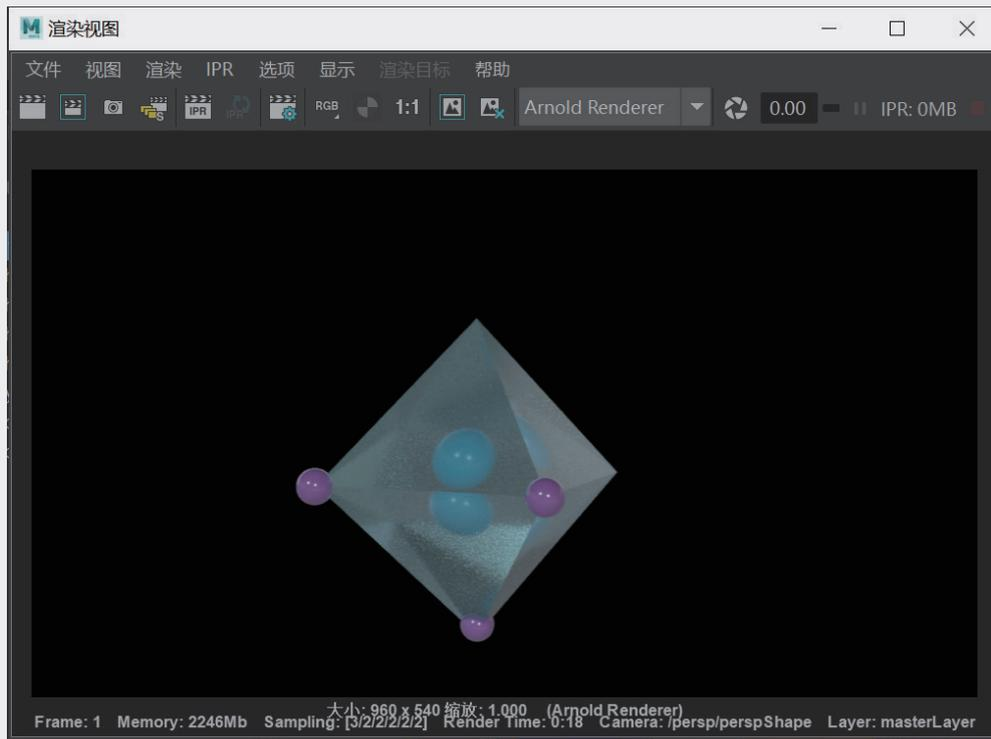

图3-10
**步骤5:** 创建3个不同的材质球, 分别为八面体、面心球、顶点球指定材质。操作完成后, 先简单渲染, 预览效果, 如图3-10所示。